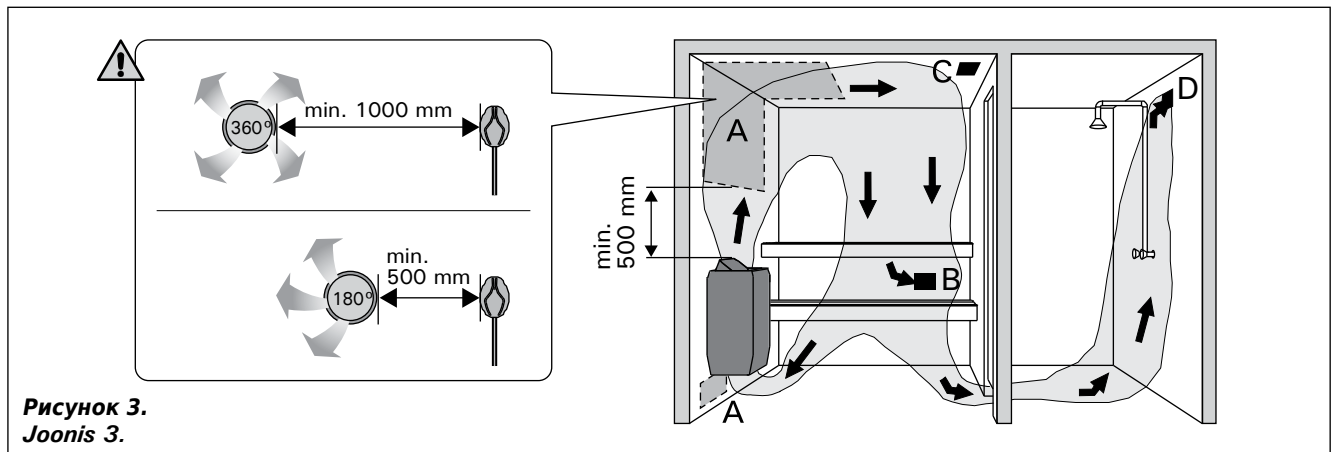

Рисунок 3.
Воздух в сауне должен заменяться шесть раз в час. На рис. 3 показаны варианты вентиляции сауны.
**!** Не размещайте вентиляционную отдушину сауны возле датчика температуры. Поток воздуха вблизи датчика охлаждает датчик и приводит к неточности показаний устройства управления. В результате возможен перегрев каменки. Минимальное расстояние от температурного датчика до вентиляционной отдушины (рис. 3):